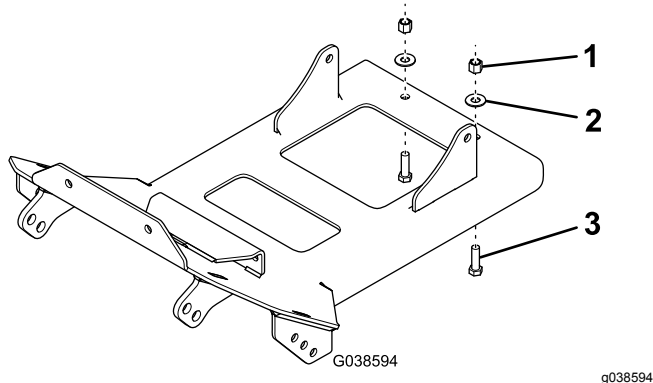

Figura 1
3. Sujete la parte trasera de la placa de protección del quitanieves al bastidor del vehículo con 2 pernos (3/8" x 1 1/4"), 2 arandelas y 2 contratuercas (3/8"), como se muestra en Figura 1.